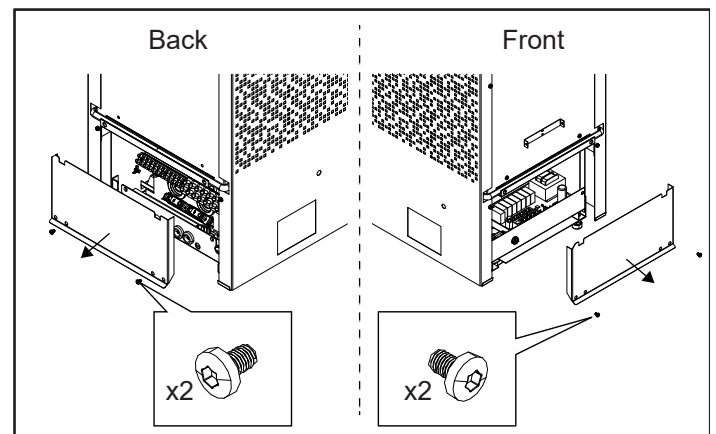

Abb. 8: Öffnen der vorderen und hinteren Klappe
2. Lösen Sie die Schrauben und öffnen Sie die vordere und die hintere Klappe (siehe Abbildung 8).
7. Schieben Sie den Einschub zurück und bringen Sie die vordere und hintere Klappe wieder an (siehe Abbildung 8).